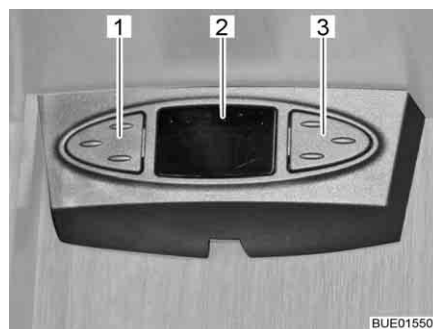

Bild 40 Satellitmus
Beroende på modell är satellitanläggningen försedd med en satellitmus. Satellitmusens indikatorer (Bild 40,2) visar den inställda kanalen. Via de båda knapparna kan satellitanläggningens grundläggande funktioner styras (sändarbyte, sätta igång/stänga av).
- Välja föregående sändare från sändarlistan: Tryck ner vänster knapp (Bild 40,1).
- Välja nästa sändare från sändarlistan: Tryck ner höger knapp (Bild 40,3).
- Växla mellan radio och tv: Tryck samtidigt kort på knapparna (Bild 40,1 och Bild 40,3).
- Till- och fränkoppling av mottagare: Tryck samtidigt kort på knapparna (Bild 40,1 och Bild 40,3) och håll ner dem.